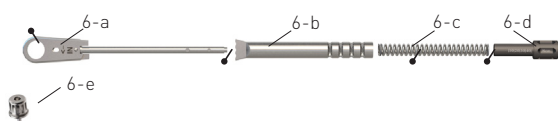

Fig. 6
- 2.1.1 Extraer la herramienta de inserción manual/carraca (Fig. 6-e) de la cabeza de la carraca (Fig. 6-a) estirándola.
- 2.1.2 Destornillar el tornillo de ajuste (Fig. 6-d) por completo del mango de la carraca (Fig. 6-b).
- 2.1.3 Separar el mango de la carraca (Fig. 6-b) de la cabeza de la misma (Fig. 6-a) y extraer el muelle (Fig. 6-c).
- 2.2.1 Antes del montaje todos los elementos deberán hallarse desinfectados, limpios y absolutamente secos. Lubricar (ver Fig. 6) todos los puntos identificados con ✓. De este modo, se reduce la fricción entre metales y se evita la corrosión por fricción. Únicamente deberán utilizarse lubricantes para instrumentos (p.ej. Spray de aceite basado en parafina) aprobados para la esterilización con vapor y con una biocompatibilidad probada.
- 2.2.2 Montar el mango de la carraca (Fig. 6-b) sobre la barra roscada en la cabeza de la carraca (Fig. 6-a).
- 2.2.3 Insertar el muelle (Fig. 6-c) en el mango de la carraca (Fig. 6-b).
- 2.2.4 Enroscar el tornillo de ajuste (Fig. 6-d) en el mango de la carraca (Fig. 6-b) hasta percibir la resistencia del muelle.
- 2.2.5 Montar la herramienta de inserción manual/carraca deseada (Fig. 6-e) en la cabeza de la carraca (Fig. 6-a).